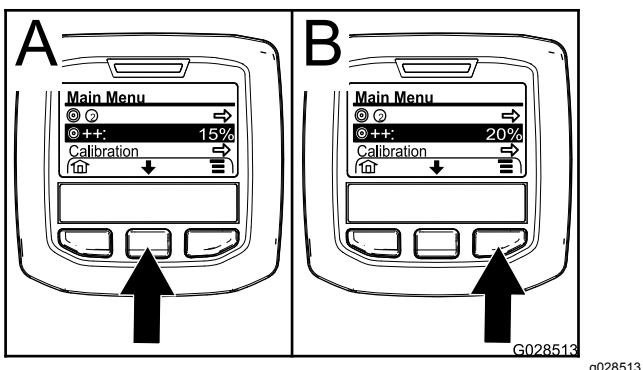

Figure 68
2. Au besoin, appuyez sur le bouton de sélection central pour mettre en surbrillance l'option d'intensification du débit d'application (Figure 68).
**Remarque:** L'icône de taux poussé d'application est constitué de 2 signes + situés à droite d'une cible (Figure 68).
3. Appuyez sur le bouton de sélection droit (Figure 68) pour augmenter le pourcentage d'intensification par paliers de 5 % (20 % maximum).